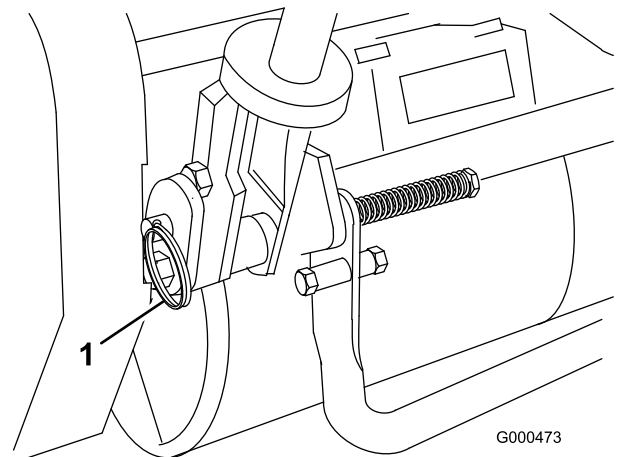

Bild 11
- Nehmen Sie auf jeder Seite des Rasenmähers die Splints von den Ringstiften ab (Bild 11).
- Stützen Sie den Griff ab. Nehmen Sie die Ringstifte auf jeder Seite ab. Lassen Sie den Griff auf die gewünschte Position ab oder heben Sie ihn an (Bild 11).